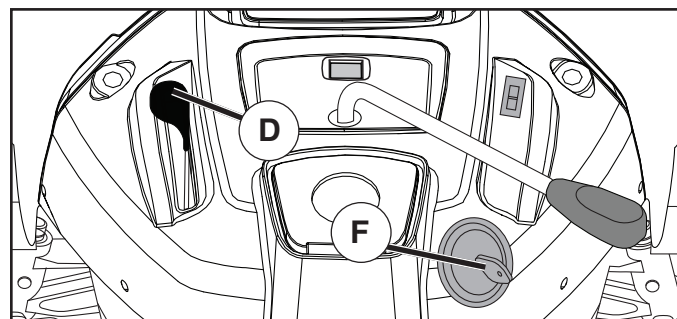

Fig. 10
- Mueva el control de aceleración (D) a la posición lenta.
- Gire la llave de ignición (F) a la posición de apagado "STOP" y remueva la llave al abandonar el tractor para evitar el uso no autorizado.
### PARA USAR EL CONTROL DE LA ACELERACIÓN (D) (Vea Fig. 10)